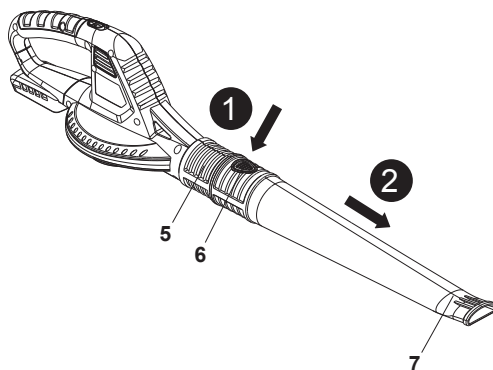

Fig. 2
1. Pressione o botão de bloqueio (6) e mantenha-o nessa posição (Fig. 2, passo 1).
2. Retire o tubo de ar (7) da saída de ar (5). Armazene o tubo de ar (7) em segurança para evitar danos e perdas (Fig. 2, passo 2).